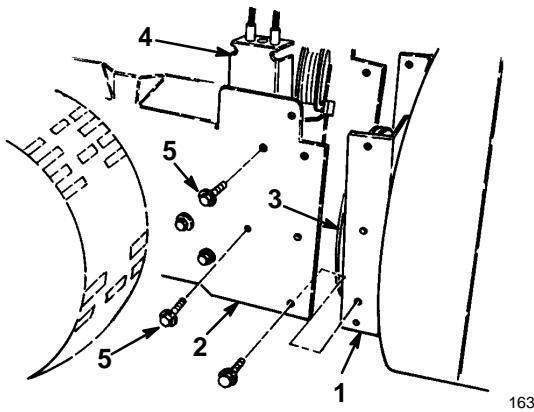

Figure 2
- Déposez les 2 boulons à embase qui fixent l'ensemble de poulies folles au châssis du moteur, puis déposez l'ensemble de poulies folles (Fig. 2).
- Alinez les trous de montage du carter de tarière/roue hélice et du châssis moteur (Fig. 2).